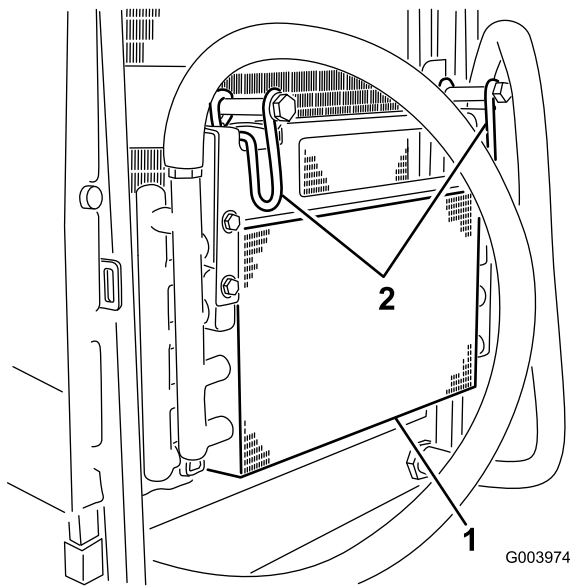

Bild 61
5. Drehen Sie die Riegel nach innen, um den Ölkühler zu lösen (Bild 61).